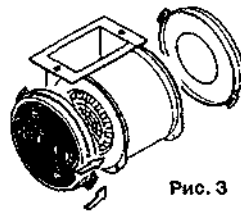

Рис. 3
3. Установите фильтр с активированным углем (О) на левой грани вытяжной системы, следя за тем, чтобы его отверстия вошли в соответствующие стержни вытяжной системы, и поверните его до отказа против часовой стрелки. Таким же образом, как описано выше, установите правый фильтр поворотом против часовой стрелки (рис. 3).